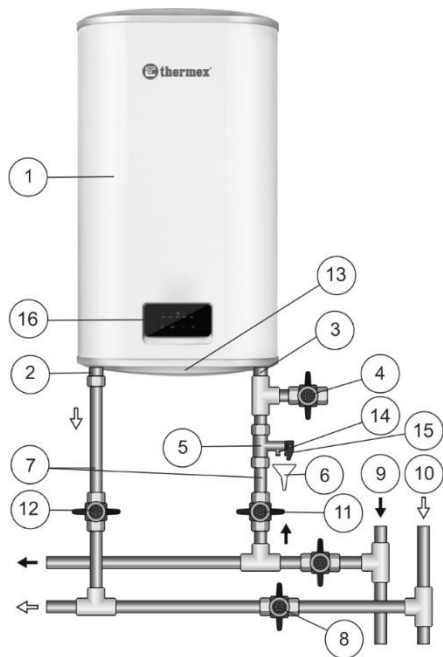

Рисунок 1. Схема подключения ЭВН к водопроводу в вертикальном положении
Внутренний бак изготавливается из высококачественной нержавеющей стали с содержанием титана, что обеспечивает высокую коррозионную стойкость и, как следствие, длительный срок эксплуатации. Пространство между внешним корпусом и внутренним баком заполнено пенополиуретаном - современной, экологически чистой теплоизоляцией, обладающей наилучшими характеристиками теплосбережения. Модели Bravo имеют два резьбовых патрубка: для входа холодной воды (Рис. 1, п. 3) с синим кольцом и выхода горячей воды (Рис. 1, п. 2) - с красным кольцом. На лицевой стороне ЭВН во всех моделях находится панель управления (Рис. 1, п. 16).
Предохранительный клапан (Рис. 1, п. 5) выполняет функции обратного клапана, препятствуя попаданию воды из водонагревателя в водопроводную сеть в случаях падения в последней давления и в случаях возрастания давления в баке при сильном нагреве воды, а также функции защитного клапана, сбрасывая избыточное давление в баке при сильном нагреве воды. Во время работы водонагревателя вода может просачиваться из выпускной трубы предохранительного клапана для сброса излишнего давления, что происходит в целях безопасности водонагревателя. Эта выпускная труба должна оставаться открытой для атмосферы и быть установлена постоянно вниз и в незамерзающей окружающей среде.
Необходимо обеспечить отвод воды из выпускной трубы предохранительного клапана (Рис. 1, п. 14) в канализацию, предусмотрев при монтаже ЭВН соответствующий дренаж (Рис. 1, п. 6).
Необходимо регулярно (не реже одного раза в месяц) проводить слив небольшого количества воды через выпускную трубу предохранительного клапана в канализацию для удаления известковых осадков и для проверки работоспособности клапана. Для открывания клапана он снабжен ручкой (Рис. 1, п. 15). Необходимо следить, чтобы во время работы ЭВН эта ручка находилась в положении, закрывшем слив воды из бака.
Установить предохранительный клапан (Рис. 1, п. 5) на входе холодной воды (Рис. 1, п. 3), помеченном синим кольцом, закрутив на 3,5 - 4 оборота, обеспечить герметичность соединения любым уплотнительным материалом (льном, лентой ФУМ и др.).
- В вертикальном положении в соответствии с Рис. 1 с выходом патрубков снизу